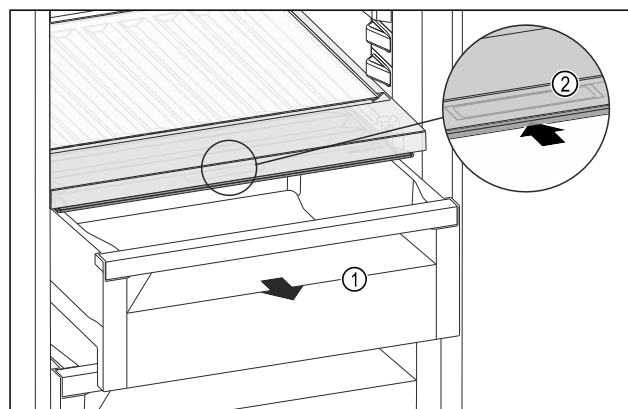

Fig. 157
- ▶ Schuifvak Fig. 157 (1) uittrekken.
- ▶ Greeplijst Fig. 157 (2) op het vakdeksel vastpakken en het vakdeksel gelijktijdig naar achteren schuiven.